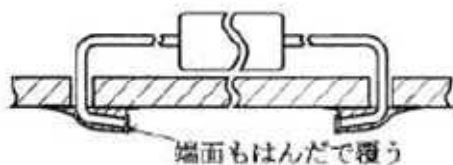

図17
⑦部品端子の線材接続部は、穴あきのないようにはんだ付けすること。（図17、図18）